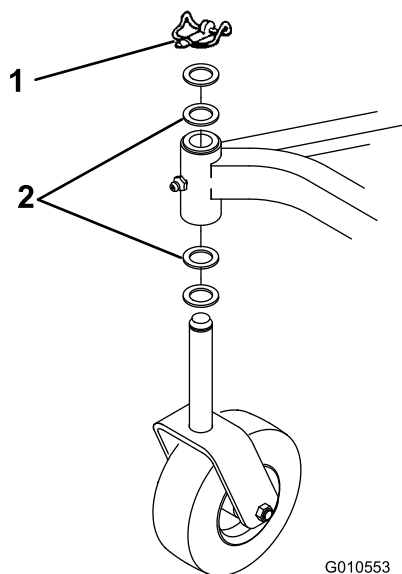

Bild 18
- Stecken Sie einen Dorn oben oder unten in das Befestigungsrohr und treiben die Büchsen heraus (Bild 18). Treiben Sie dann die andere Büchse aus dem Rohr heraus. Reinigen Sie die Innenseite des Befestigungsrohrs.